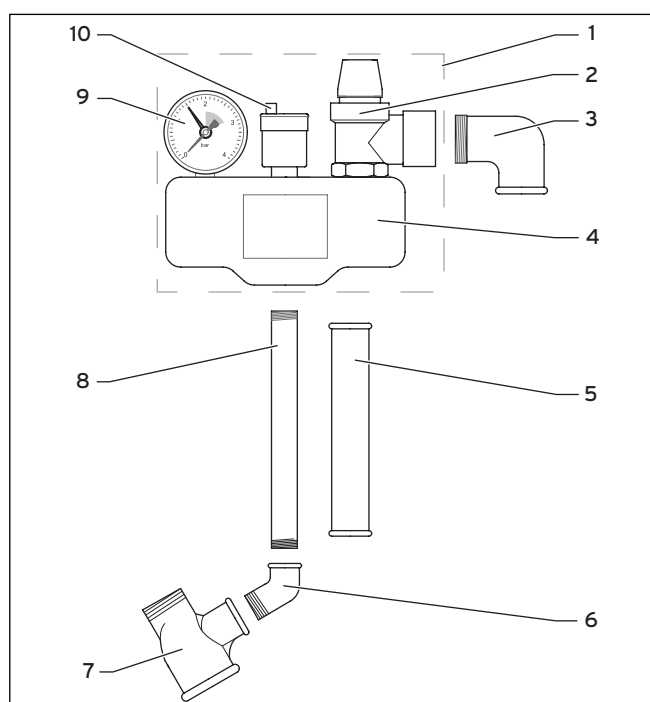

Fig. 3.1 Groupe de sécurité
- Vérifiez le contenu de la livraison à l'aide de la fig. 3.1 et du tabl. 3.1.